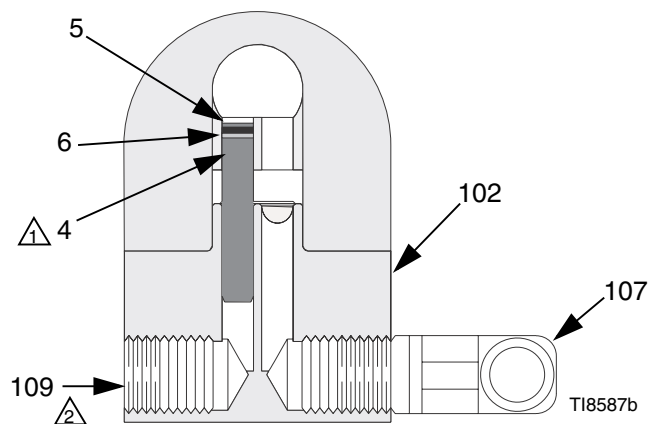

FIG. 1: Configurazione non a circolo (esplosa)
La pistola viene fornita con un tappo interno per il fluido (4). Vedere FIG. 1. Per utilizzare la pistola in un sistema a ricircolo, rimuovere il tappo interno. In un sistema non a ricircolo, lasciare il tappo in posizione per minimizzare il tempo di lavaggio.
1. Applicare lubrificante antigrippaggio 222955 alle filettature ed alle superfici di contatto del collettore (102), un tappo (109) ed un gomito (107), forniti smontati.
2. Installare un gomito (107) in un raccordo per il fluido del collettore (102) ed un tappo (109) nell'altro raccordo.
3. Installare il tappo interno (4) nel raccordo del fluido della pistola sullo stesso lato del tappo del collettore.
4. Collegare la linea del fluido al gomito del collettore (107). Vedere FIG. 1.
5. Installare la pistola sul collettore, utilizzando le quattro viti (14). Iniziare ad avvitare le quattro viti. Serrare prima le due viti anteriori, poi quelle posteriori a 65 in-lb (7,3 N•m).